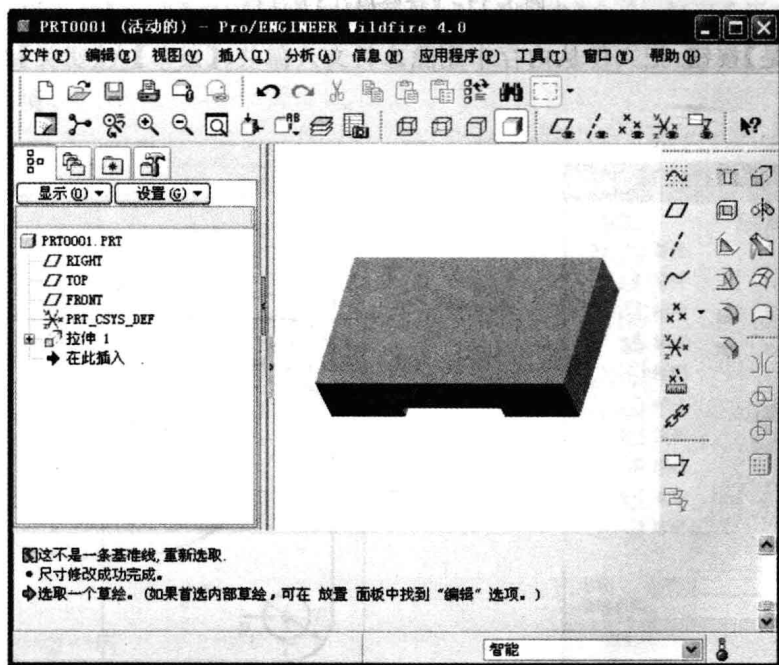

图 1.15 设计效果图
- ①单击草绘工具栏中的按钮,在拉伸特征操控面板中输入拉伸深度为 120。
- ②单击拉伸特征操控面板的按钮,效果如图 1.15 所示。